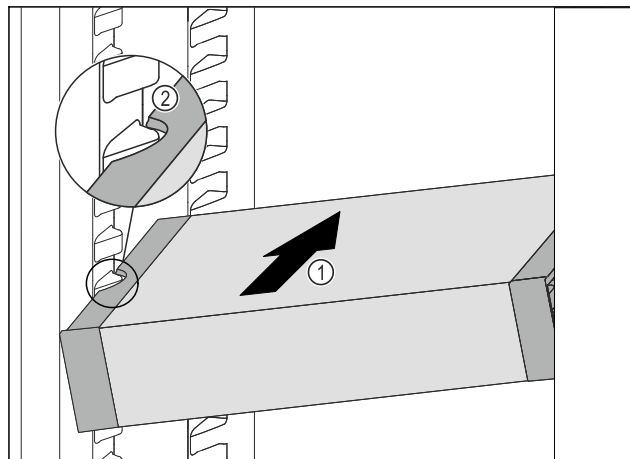

Fig. 75
- ▶ Predal VarioSafe potiskajte poševno v hladilnik Fig. 75 (1), dokler stranska izreza Fig. 75 (2) predala VarioSafe nista na višini nastavka za posodo v hladilniku.